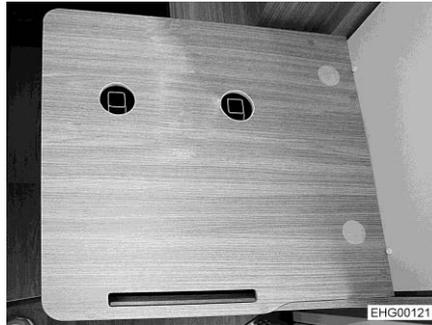
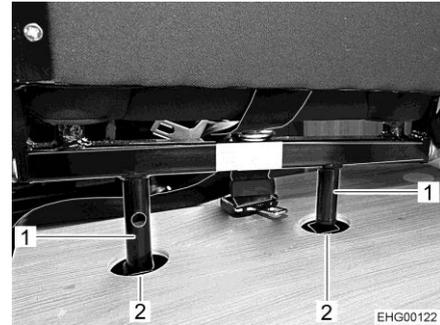

Fig. 29 Armazón del baúl
Fig. 30 Largueros (insertados)
- Insertar ambos largueros (Fig. 30,1) del asiento en los agujeros (Fig. 30,2) del armazón del baúl (Fig. 29).